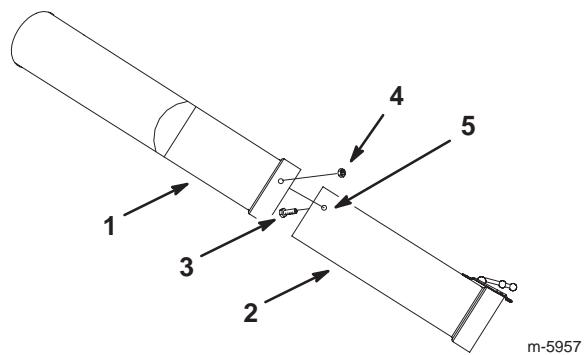

Figure 16
8. En vous servant du tube supérieur comme repère, marquez l'emplacement des trous sur le tube central (Fig. 16).
10. Percez 3 trous de 9/32" de diamètre dans le tube central (Fig. 16).
11. Montez les tubes central et supérieur à l'aide de 3 boulons de carrossier (1/4 x 3/4") et de 3 écrous à collerette (1/4") (Fig. 16).